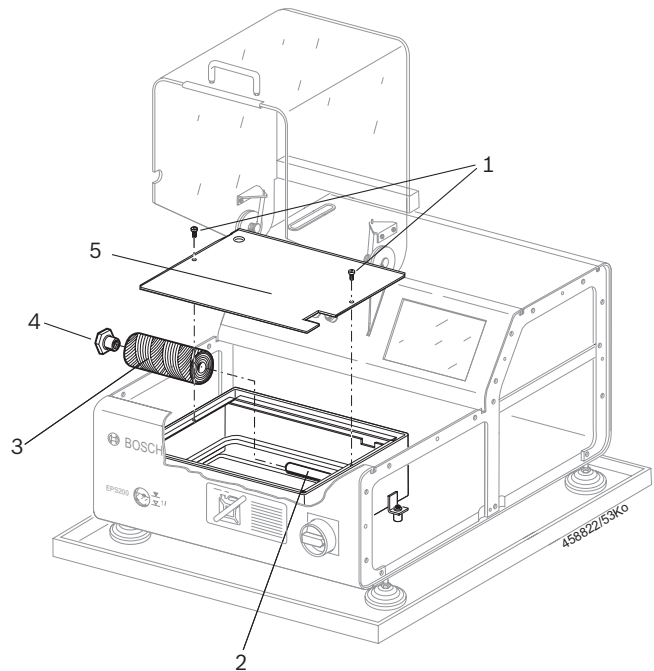

Fig. 20: Substituir o filtro de aspiração
1. Desapertar os dois parafusos de fixação da tampa do tanque (fig. 20, pos. 1) e levá-la (fig. 20, pos. 5).
2. Desapertar a porca de fixação (fig. 20, pos. 4) do filtro de aspiração (fig. 20, pos. 3).
3. Remover o filtro de aspiração do tubo de admissão (fig. 20, pos. 2).